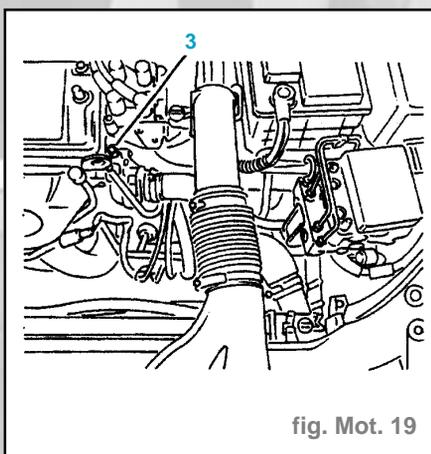

fig. Mot. 19
- Ouvrir la vis de purge (3) (fig. Mot. 19).